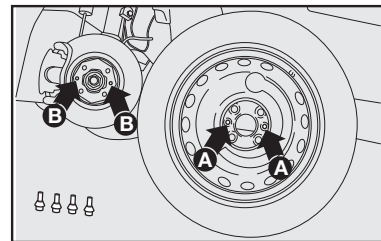

fig. 8
- Montar a roda sobressalente, encaixando os furos **A-fig. 8** com os respectivos pinos **B-fig. 8**.
- Atarraxar apenas um dos parafusos **A-fig. 8**, em correspondência com a válvula de enchimento **B-fig. 9**.